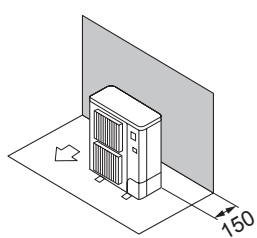

Fig. 2-7
- ① Obstáculos apenas na parte de trás (Fig. 2-7)